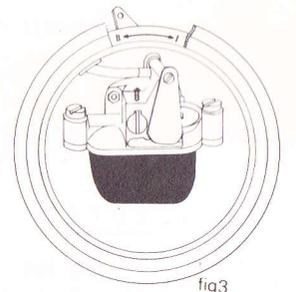

fig 3
- Dès que le moteur fonctionne, ramener le levier de commande du volet de départ en position II (Fig. 3)
- Placer le levier de commande du volet de départ en position intermédiaire puis ramener le levier en position II (Fig. 3) dès que le moteur fonctionne.